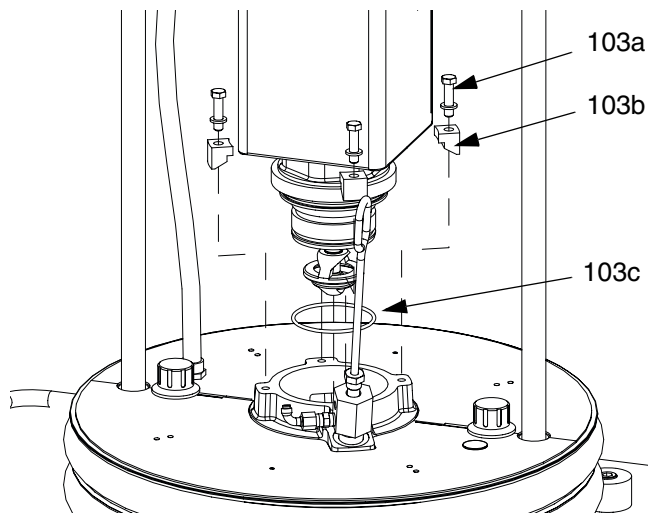

FIG. 41 : Kit de montage pour réservoir de 200 litres (55 gallons)
2. Fixez la pompe sur le cylindre avec les vis (103a) et les colliers (103b). Consultez la FIG. 41.